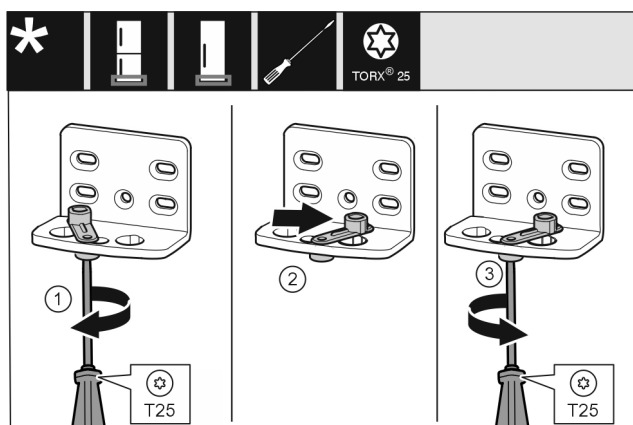

Fig. 17
- Visser sans serrer la vis Fig. 17 (1) avec un tournevis.
- Soulever l'aide à la fermeture de la porte Fig. 17 (2) et la tourner à 90° vers la droite dans l'alésage.
- Serrer la vis Fig. 17 (3) avec un tournevis.